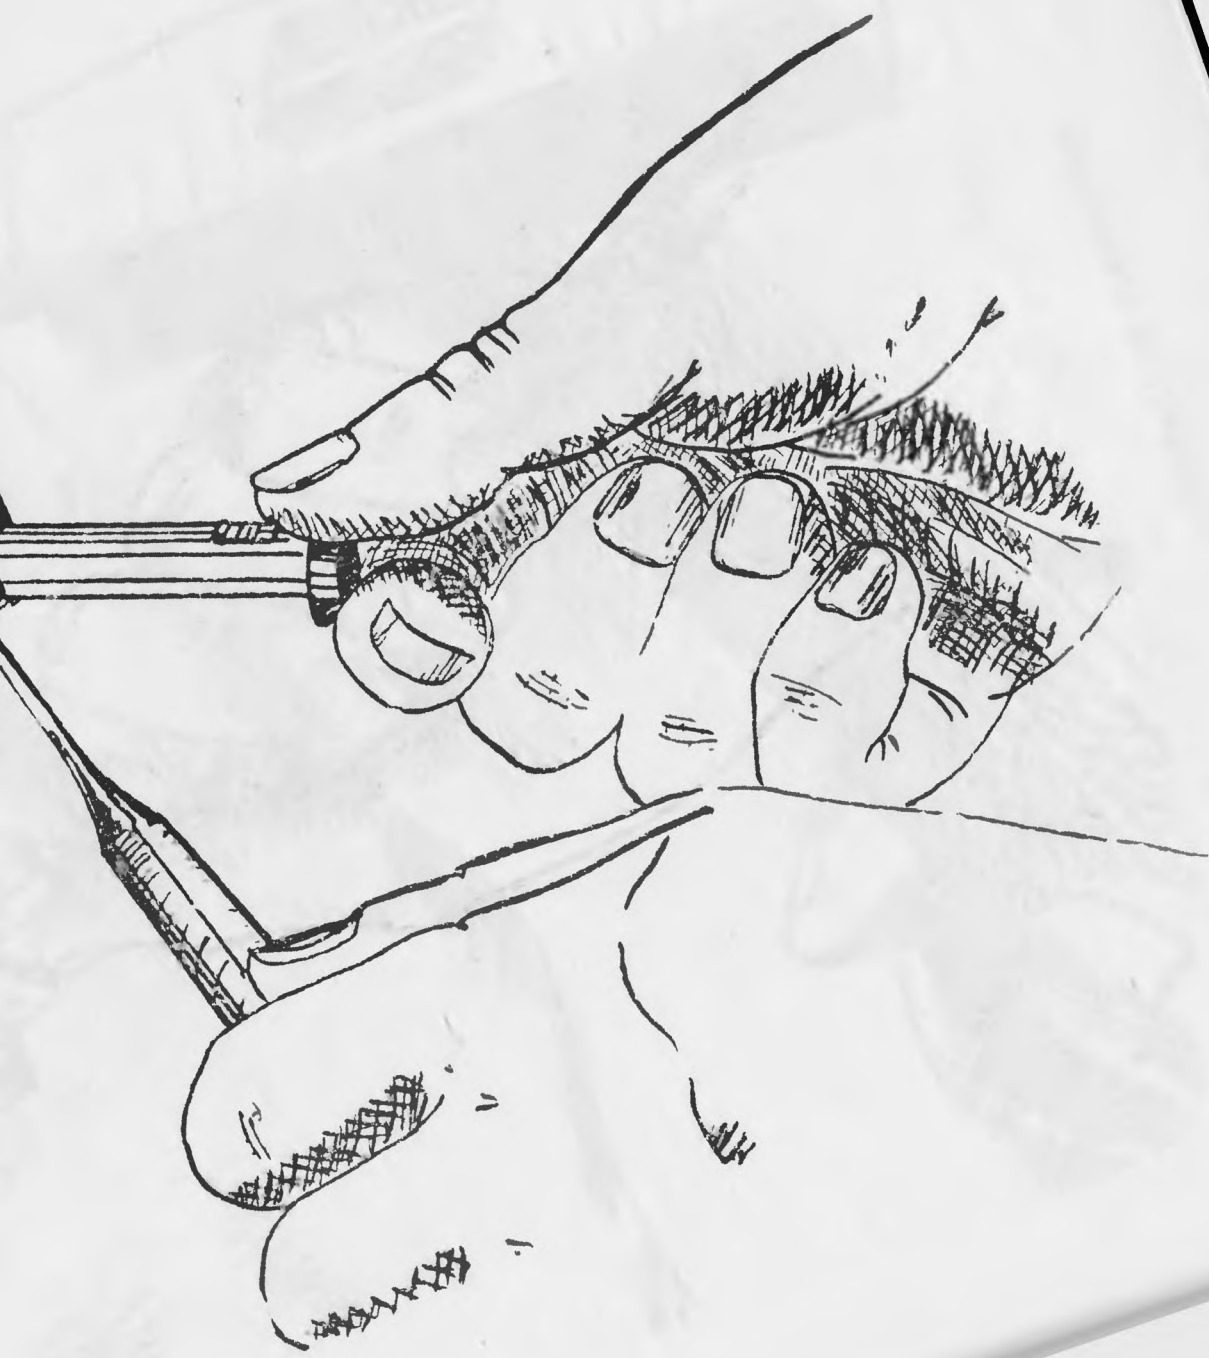

Рис. 7.22
5) совместите вставку цапфы с лункой тяги и, утопив ее в лунку, зафиксируйте выколоткой Ø3, перемещая тягу вперед, вставьте цапфу в направляющую (рис. 7.22);